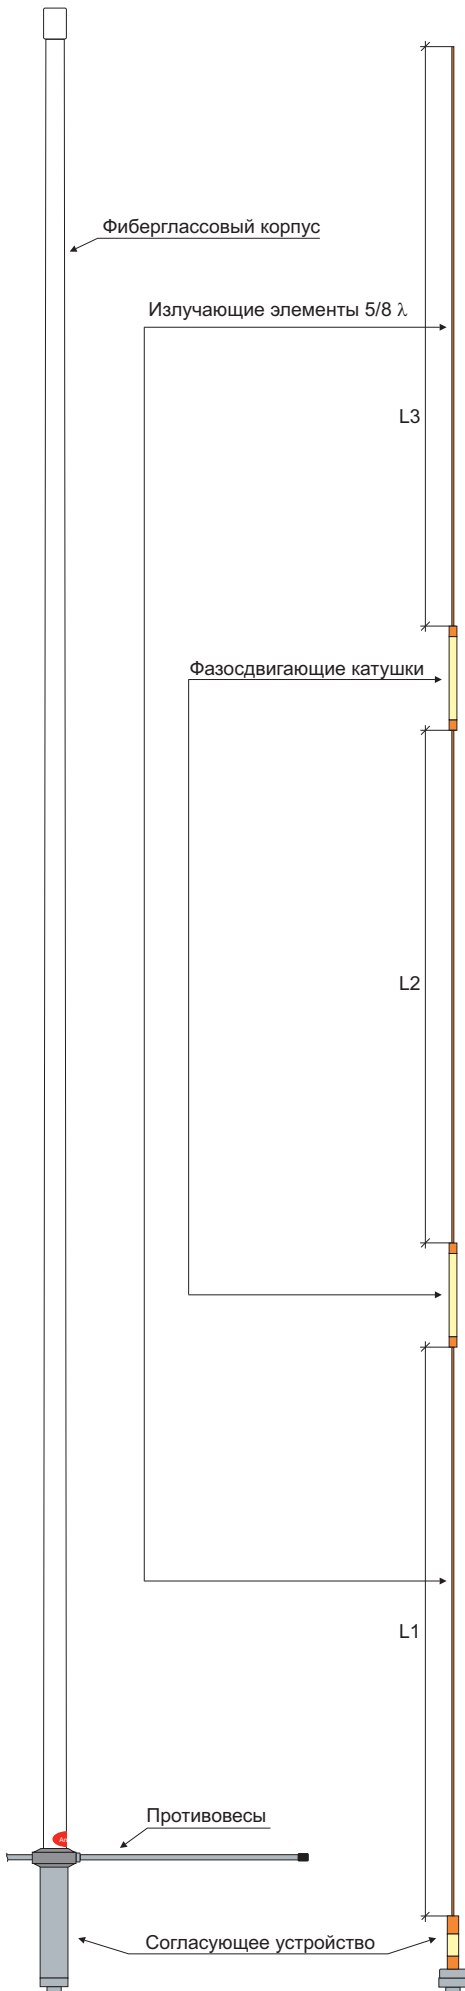
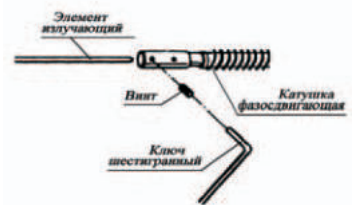

Рис. 1
Рис. 2
1.1 Состыкуйте все излучающие элементы и фазосдвигающие катушки согласно рис. 1. **Будьте внимательны при выполнении этой операции, не перепутайте излучающие элементы местами.** При сборке антенны используется крестовая отвертка и шестигранный ключ, поставляемый в комплекте (рис. 2).
1.3 Измерьте длины излучающих элементов (рис. 1). Расстыкуйте все соединения. Последовательно, начиная от узла согласования, произведите обрезку длин элементов согласно таблице настройки с учетом захода прутка во фланец. При необходимости обработайте место среза напильником.